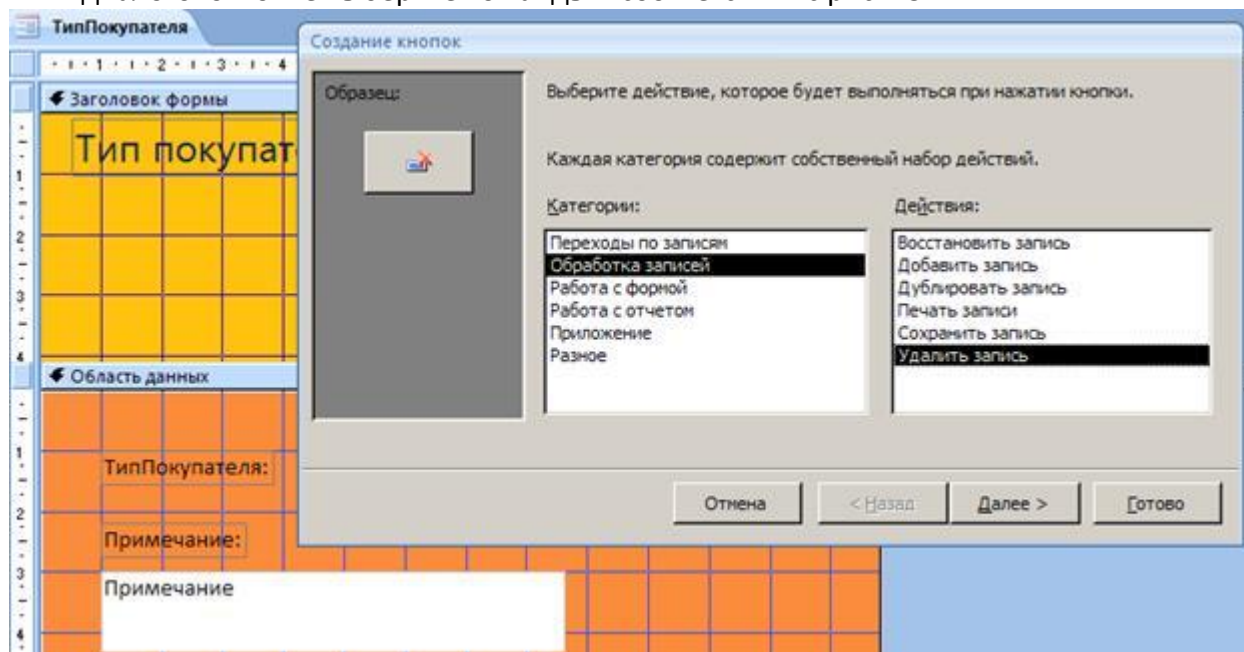

Рис.15. МАСТЕР КНОПОК
14. В диалоговом окне выберите команды в соответствии с рис. 15.